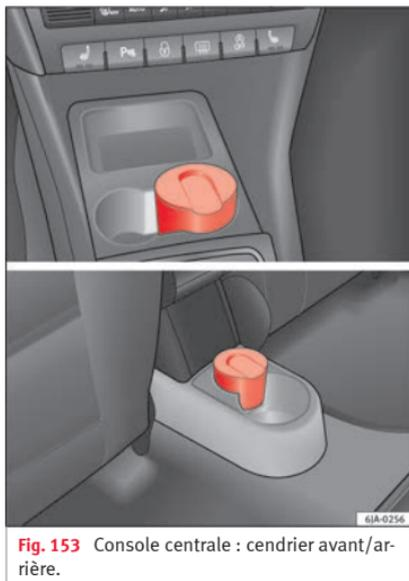

Fig. 153 Console centrale : cendrier avant/arrière.
- Retirez le cendrier » **fig. 153** en tirant vers le haut.